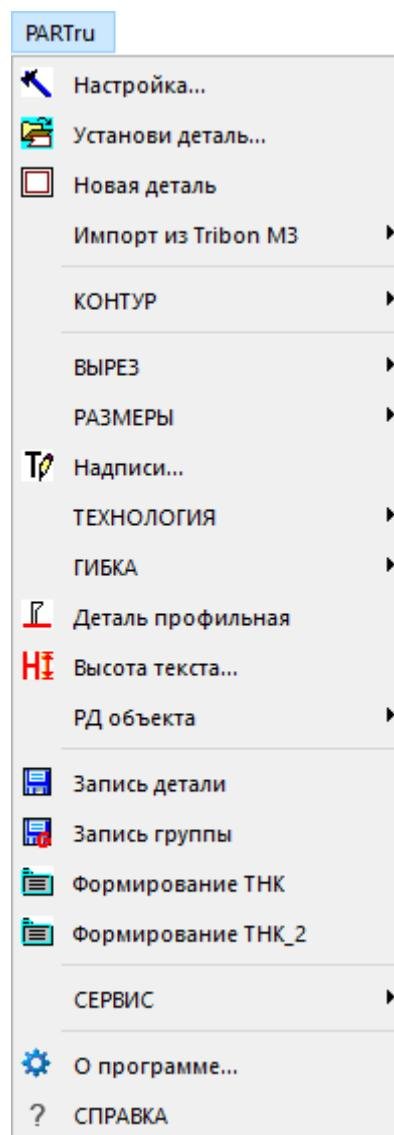

Рис. 3. Падающее меню **PART**
На рис. 3 показано падающее меню **PART**, в котором собраны команды модуля Part:
**Примечание.** При создании детали с нуля следует использовать команду **Новая деталь** (см. рис. 3). Помимо создания слоев, это позволит **избежать ситуации**, когда после записи детали текущий чертеж закроется и пользователь окажется в режиме **нуля открытых документов**.